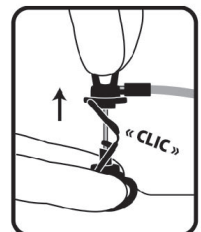

Figure 6
16. Avec la main disponible, saisir fermement les ailettes entre le pouce et l'index tout en maintenant la base Pro-Lock™ contre le patient tirer vers le haut à la verticale pour retirer l'aiguille du port. Rentrer complètement l'aiguille pour s'assurer que la pointe de l'aiguille est bien positionnée dans le puits de protection. L'UTILISATEUR ENTENDRA ET TOUCHERA LE MÉCANISME DE VERROUILLAGE EN PLACE (Fig. 6).